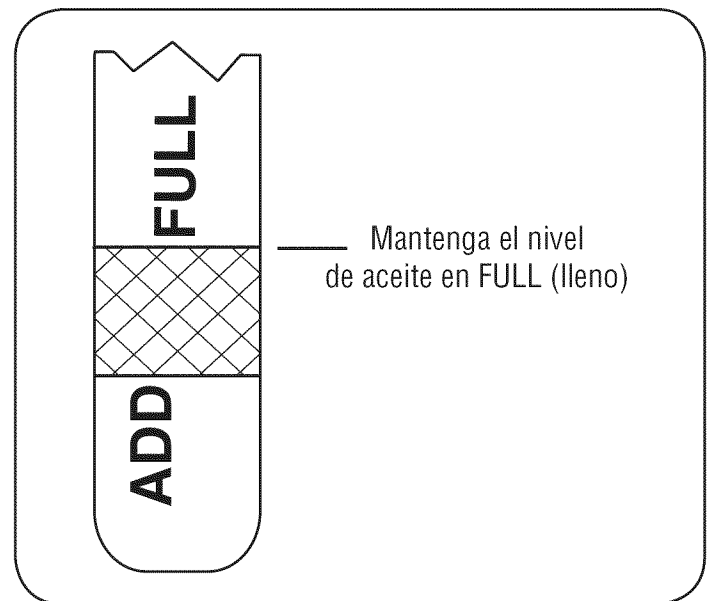

Figura 11
- Desenrosque y retire el tapón de llenado de aceite del tubo de llenado de aceite. Fíjese en el nivel de aceite. Si la lectura en la varilla del nivel de aceite está por debajo de la marca "ADD" (agregue), agregue aceite lentamente hasta alcanzar el nivel "FULL" (lleno). Vea la figura 11.